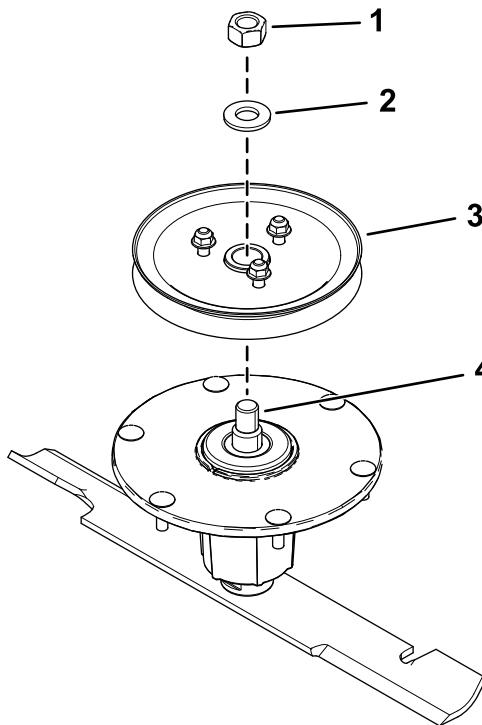

Figure 8
- Fixez la roue à gorge sur l'axe avec la rondelle et l'écrou supérieur (Figure 8).